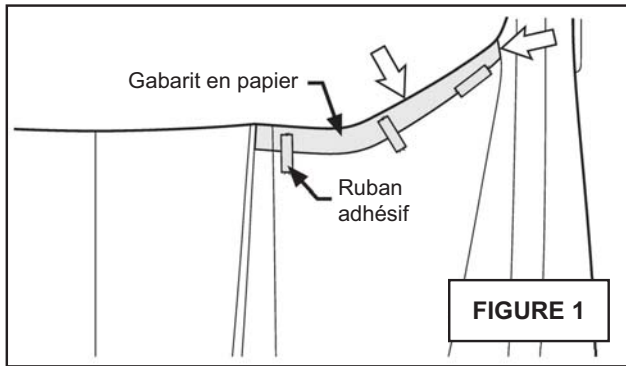

FIGURE 1 – Alignement du gabarit
1. Découper le gabarit en papier, l'aligner avec les rebords du panneau de capot et fixer le gabarit en place avec du ruban adhésif (figure 1).